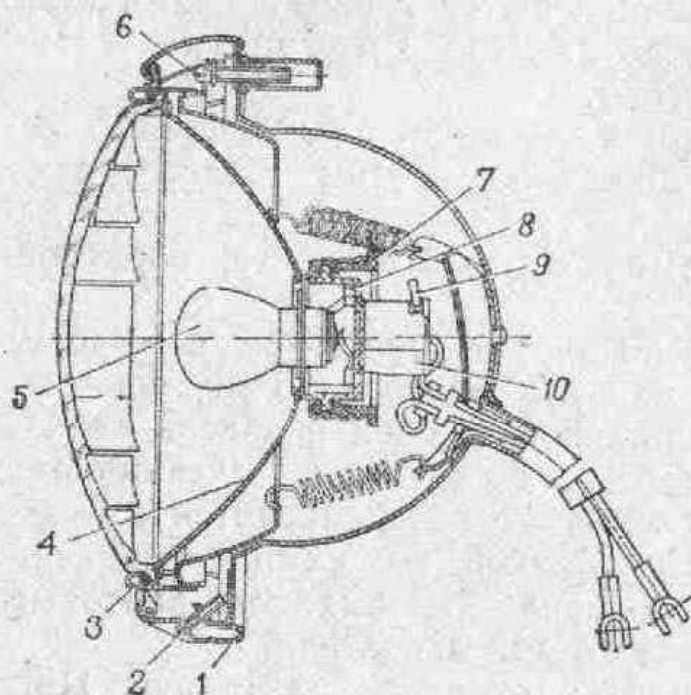

Рис. 97. Фара:
1) снимите наружный ободок 1 (рис. 97), закрепленный винтом 2;